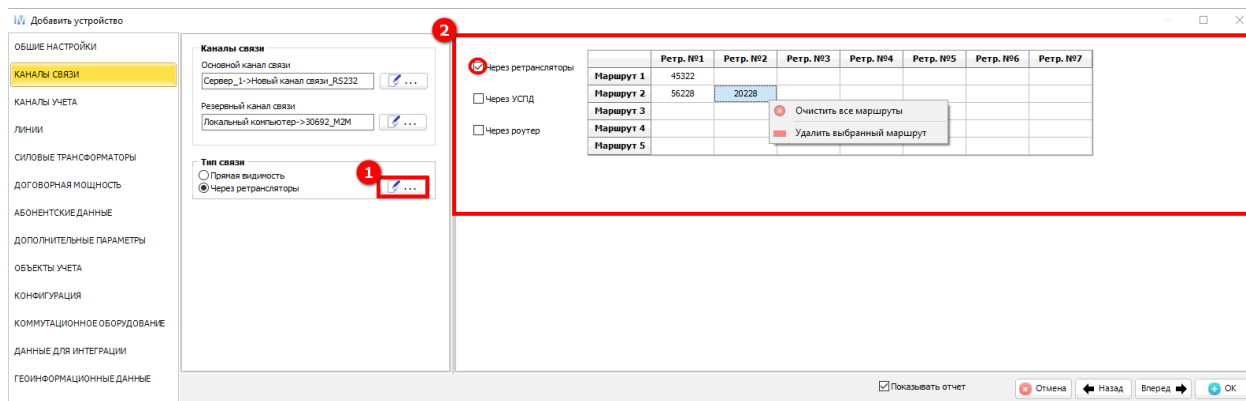

Рисунок 298 – Параметры устройства – Каналы связи – Настройка типа связи с прибором
(1) (см. рисунок 298), появится окно для ручного создания маршрута для связи с устройством, а также для изменения существующего (2). Контекстное меню позволяет удалить как выбранный маршрут, так и очистить все имеющиеся маршруты к данному устройству. Необходимо внести сетевой адрес прибора, который является ретранслятором и нажать левой кнопкой мыши на любую пустую ячейку таблицы или клавишу **Enter**.